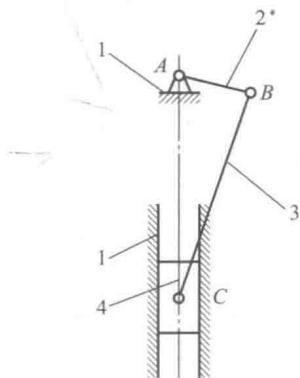

图 2-7
(1) 图 2-6a 所示机构运动简图如图 2-7 所示, 计算图 2-7 所示机构的自由度。